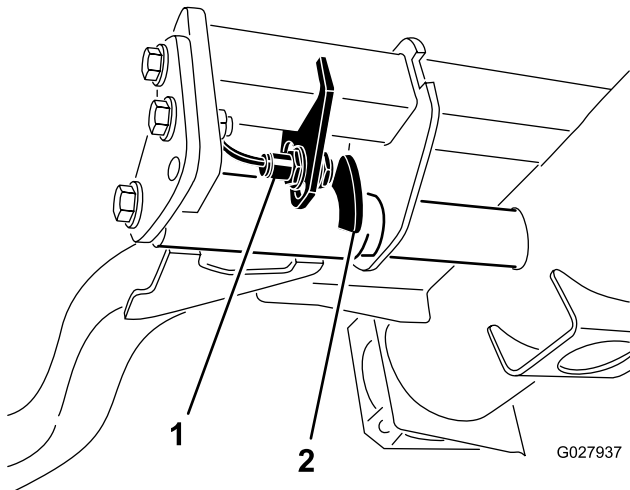

Bild 65
2. Der Hubarmschalter befindet sich unter dem Hydraulikbehälter hinter dem rechten vorderen Hubarm (**Bild 65**).
3. Lösen Sie die Befestigungsschrauben des Schalters und schieben den Schalter nach unten, um die Wendehöhe des Hubarms zu erhöhen, oder schieben Sie den Schalter nach oben, um die Wendehöhe des Hubarms zu verringern (**Bild 65**).